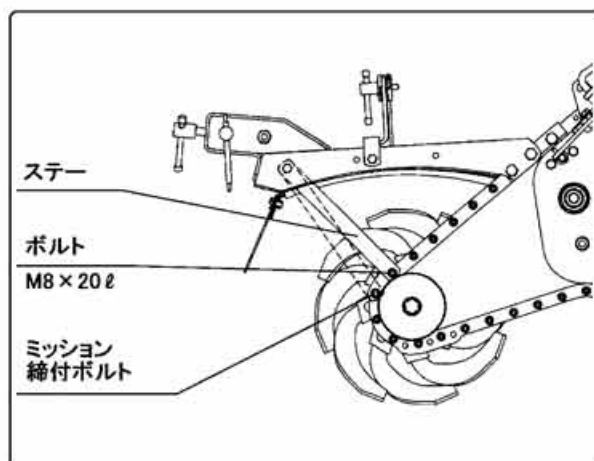

図56
- ⑤ステーを1段上にセットしてください。(M8×20ℓボルト) (図56)
- ⑥ミッション締付ボルトを取付けてください。(図56)